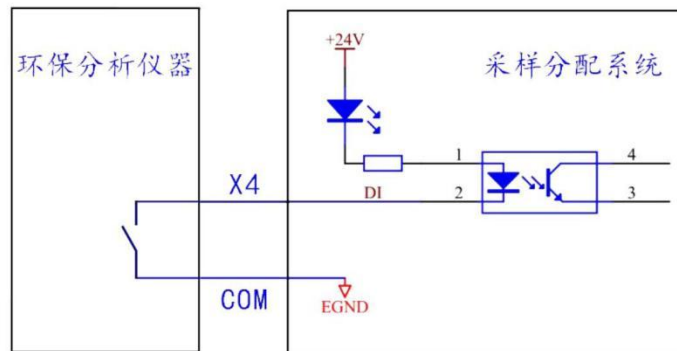

图 6.10 干触点触发
- a) 干触点触发，系统取水控制是由环保仪器的干触点信号进行触发的，在环保仪器需要采水时通过该端口触发水样处理系统进行制样并派送到环保仪器的水样杯，如图 6.10 所示。